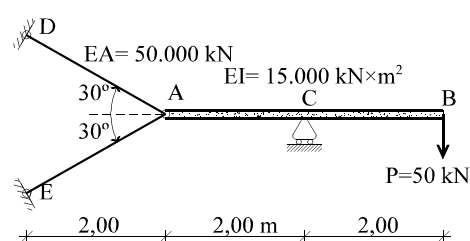

Figura 12
12) La estructura de la figura 12 está formada por dos barras (que sólo trabajan por axil) AD y AE y la viga AB . Las rigideces de las tres piezas se dan en la figura. Para la carga puntual aplicada en B , se pide: